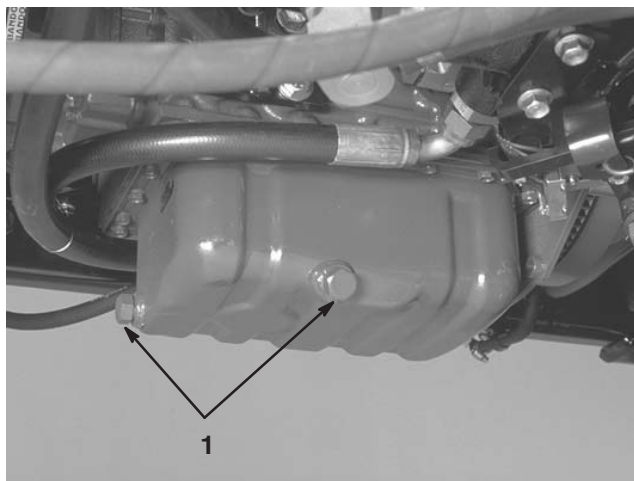

Figure 44
1. Retirez un bouchon de vidange (Fig. 44) et laissez s'écouler l'huile dans un bac de vidange. Remettez le bouchon quand toute l'huile s'est écoulée.